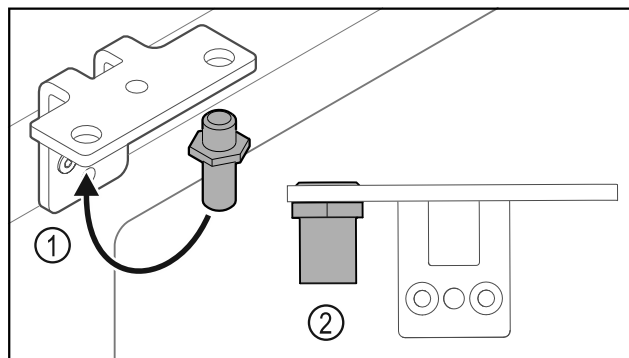

Fig. 34
- ▶ Bolzen Fig. 34 (1) im Scharnierwinkel umsetzen.
- ▶ Bolzen Fig. 34 (2) mit **Drehmoment von 12 Nm** anziehen.